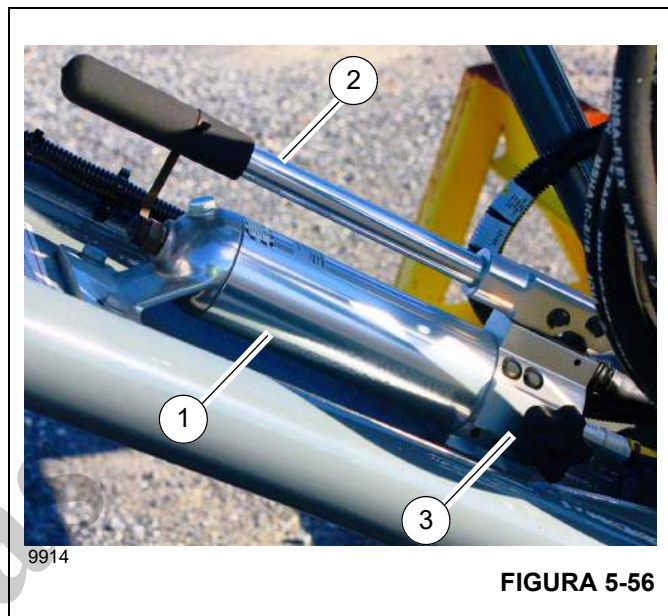

FIGURA 5-56
17. Usando o cabo de apoio, gire a extensão da lança para a frente da lança principal. Alinhe as conexões de fixação da extensão da lança (1) com as conexões de fixação da lança principal (2).
18. Instale os quatro pinos (5, Figura 5-40) e grampos de retenção (6) para prender a extensão da lança na extremidade da lança. Se necessário, retire as hastes superiores (7) e inferiores (8) do cabo de elevação e os grampos de retenção (9) para instalar os pinos (5). Use o macaco (1, Figura 5-56) se necessário para instalar o quarto pino, conforme necessário, da seguinte forma:
- d. Gire o botão (3) para aliviar a pressão para retrain o pino do macaco.